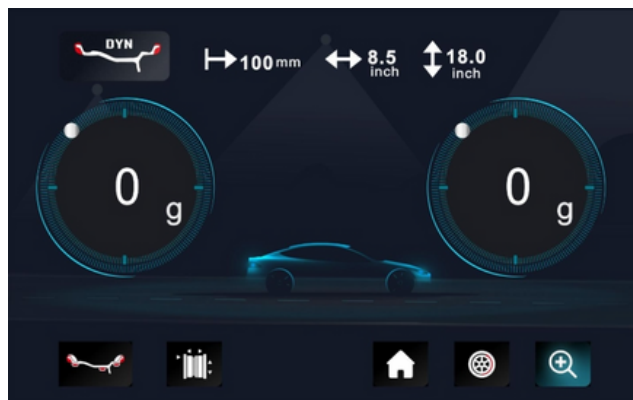

Fig. 5
4.1.8 Depois de terminar de cortar os contrapesos, abaixe a proteção e pressione **START**, para realizar o giro de equilíbrio novamente, se sair 00 00, significa que o balanceamento foi bem-sucedido. (Fig.5)